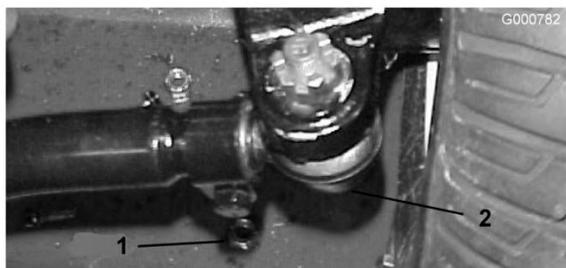

Bild 71
- Entfernen Sie den Splint und die Mutter von einem der Spurstangen-Kugelgelenke. Entfernen Sie das Spurstangen-Kugelgelenk vom Achsständer (Bild 71).
- Lockern Sie die Klemmen an beiden Enden der Spurstangen (Bild 71).